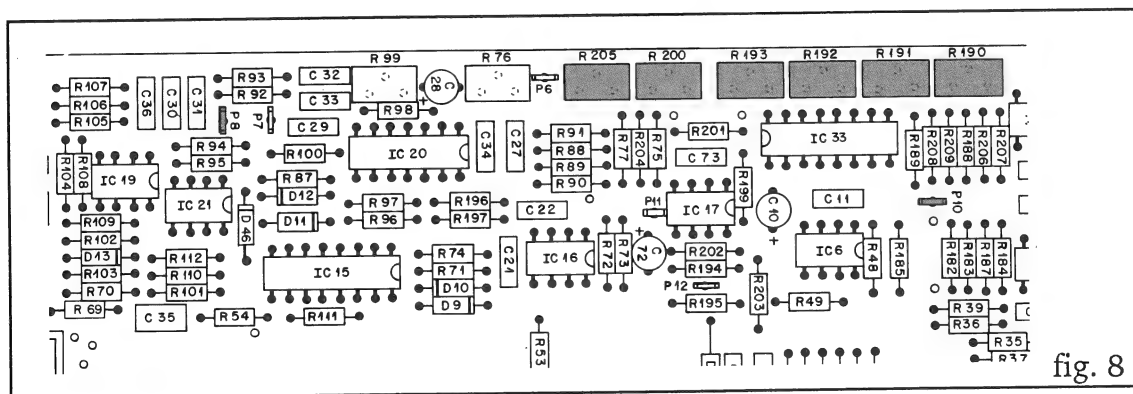

fig. 8
- Retirer la sonde d'oscilloscope et régler avec les potentiomètres R191, R192, R193 (fig. 8) les tractions de bande suivantes: (Tentelometer utiliser)